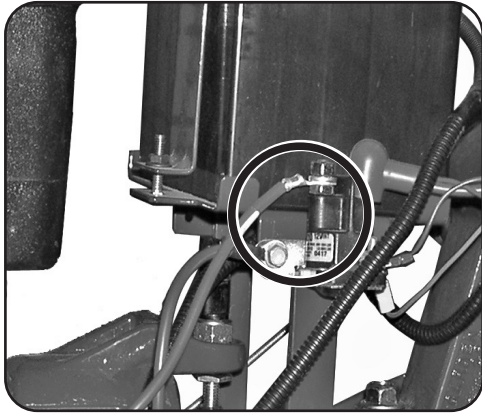

Figura 3-5
1. Conecte la conexión del arnés principal de la cultivadora al receptáculo del interruptor de seguridad neutro. Consulte la Figura 3-5.